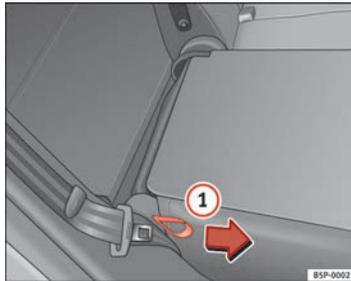

Fig. 99 Rebater ou levantar o encosto dos bancos traseiros
- Puxar a pega que se encontra na parte lateral do banco ⇒ Fig. 99 ①